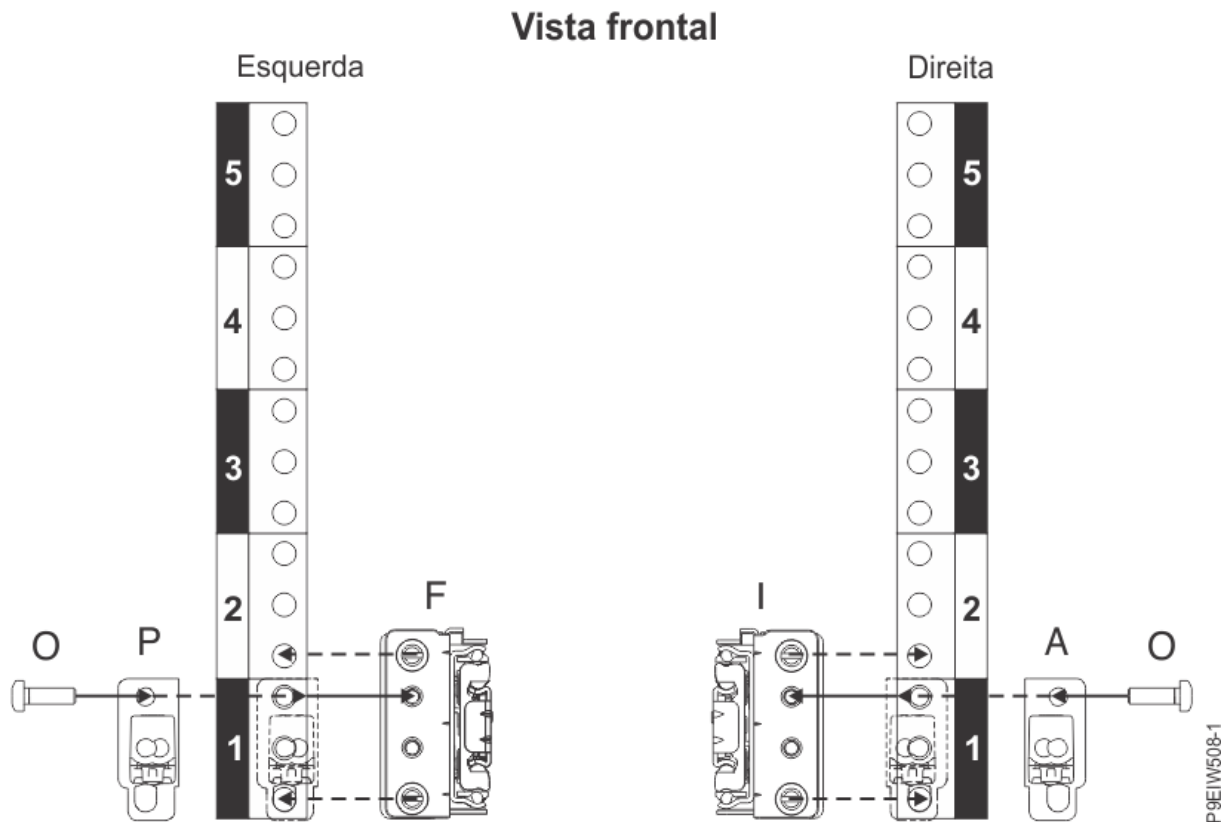

Figura 4. Conectando os trilhos deslizantes na frente do rack
2. Na frente do rack, posicione o trilho deslizante esquerdo **(C)** entre os padrões de montagem frontal e traseiro do lado esquerdo do rack EIA, conforme mostrado em Figura 4 na página 5.
5. Posicione o slam-latch bracket **(B)** para cobrir o espaço do EIA frontal do trilho deslizante, conforme mostrado em Figura 4 na página 5.
7. Repita as etapas de “1” na página 5 a “6” na página 5 para o trilho deslizante direito **(D)**, conforme mostrado em Figura 4 na página 5. O trilho deslizante direito é registrado com um identificador R no local frontal interno.